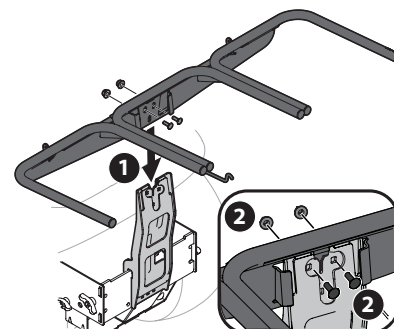

Figure 6
1. Installez et fixez l'ensemble de suspension (683-04498B) au support vertical à l'aide de deux boulons de chariot (710-0276), de deux rondelles boisseau (736-0242) et de deux écrous de blocage (712-04063) provenant du kit de quincaillerie 689-02364. Ne pas trop serrer. Voir Figure 6.